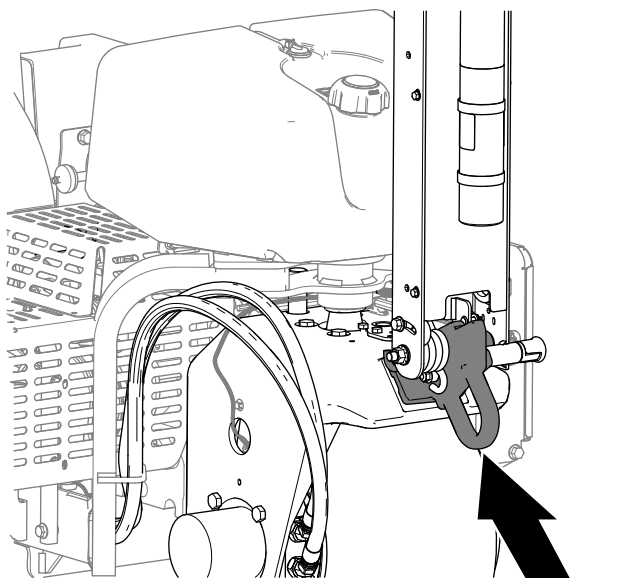

Figure 117
6. Si vous remorquez la machine, tractez-la en utilisant l'anneau d'attache avant (Figure 117).